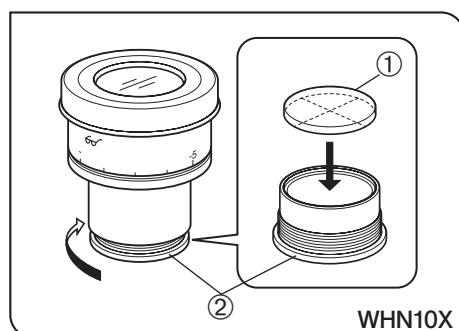

Fig. 12
### 4 Montering av okularmikrometern (Fig. 12)
Enligt fig. 12, vrider man mikrometermonteringsramen ② mot pilens riktning för att ta bort det från okularet och placera en mikrometerskiva ① i monteringsramen så att ytan med modellindikeringen är riktad nedåt.